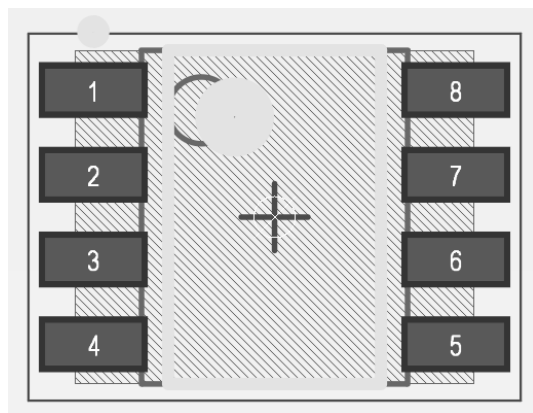

图 3-50 创建好的 SOP-8 封装
(6) 单击 Finish 按钮，完成封装的制作，效果如图 3-50 所示。